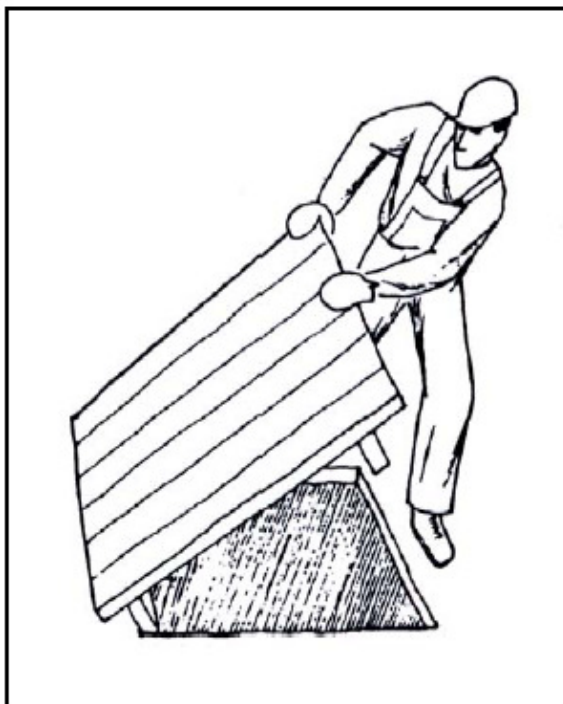

Рис. 7
7. Охрана труда (Рис. 7; 8; 9)